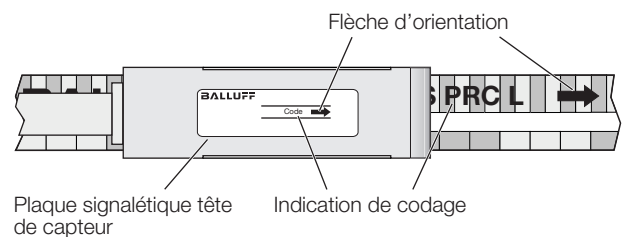

Fig.4-1 : Alignement de la tete de capteur par rapport à la bande magnetique
3. Positionner la bande conformément à l'impression (voir Fig.4-1, page 8).